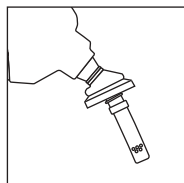

Figure 26
- ✓ Visually inspect the dispensing equipment for excessively worn, abused, mistreated or leaking equipment or damage to the spout shear groove. Replace equipment immediately. (See Figure 26)
- ✓ Inspeccione visualmente el equipo de despacho para detectar si está muy gastado o maltratado, o para controlar que no tenga pérdidas ni daños en la ranura de corte del tubo de descarga. Reemplace el equipo inmediatamente si eso ocurre. (Vea la ilustración 26)
(Ilustración 26)